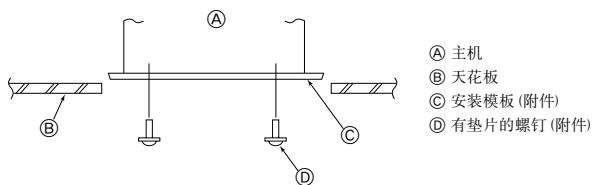

Fig. 2-7
2.6. 确定主机位置，并旋紧挂环螺栓 (Fig. 2-7)